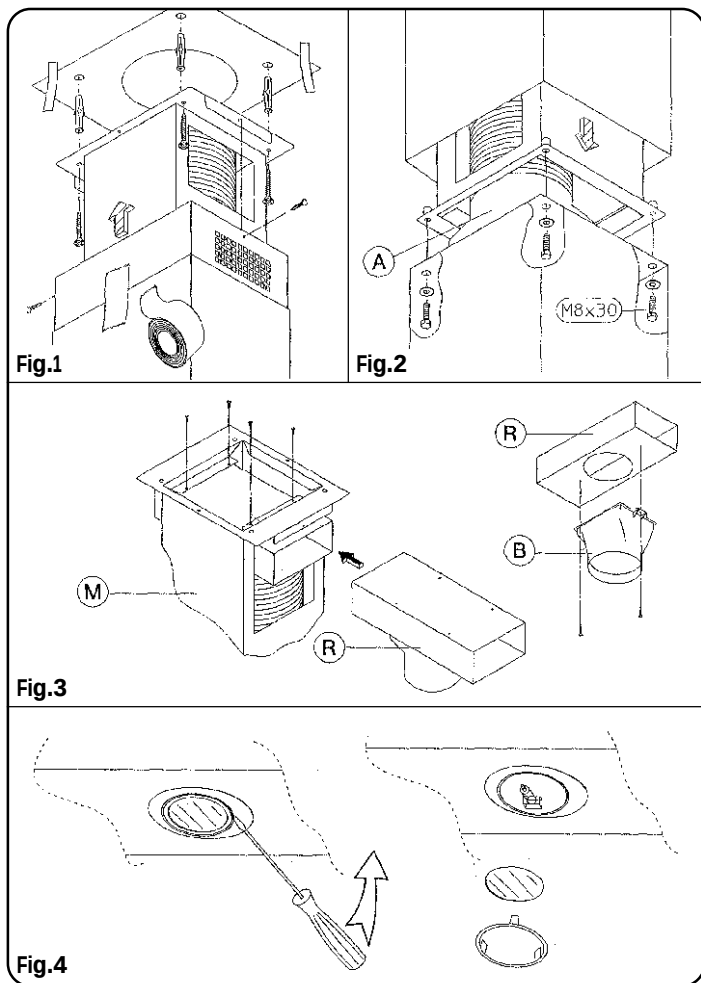

Fig.5
- 3) coverbind een uittrekbare, onbrandbare buis Ø 150mm aan de aansluiting "B", met een schroefklem **fig5**, die vervolgens wordt verbonden aan de aansluiting "A" **afb2**
Имея в распоряжении фильтрующий комплект, выполнить операции в следующем порядке **рис.5**.
- 3) прикрепить раздвижную трубу Ш 150 мм из невозгораемого материала к патрубку «В» при помощи хомута **рис. 5**, который затем соединяется с патрубком «А» **рис. 2**.
- 7) abbassare il tubo e fissarlo lateralmente alla cappa con le due viti, nel modello **Isola Bali** il tubo non verrà fissato con le viti **fig5**
- 7) Ziehen Sie das Rohr aus und befestigen Sie es mittels der beiden Schrauben seitlich an der Dunstabzugshaube; bei Modell **Isola Bali** wird das Rohr nicht mit Schrauben befestigt. (**Abb.5**)
- 7) lower the unit and fasten its sides to the hood using the two screws; in the **Isola Bali** model, the unit should not be fastened with the screws (**fig. 5**).
- 7) baje el tubo y fíjelo lateralmente a la campana con los dos tornillos, en el modelo Isla Bali el tubo no se fija con los tornillos **fig.5**